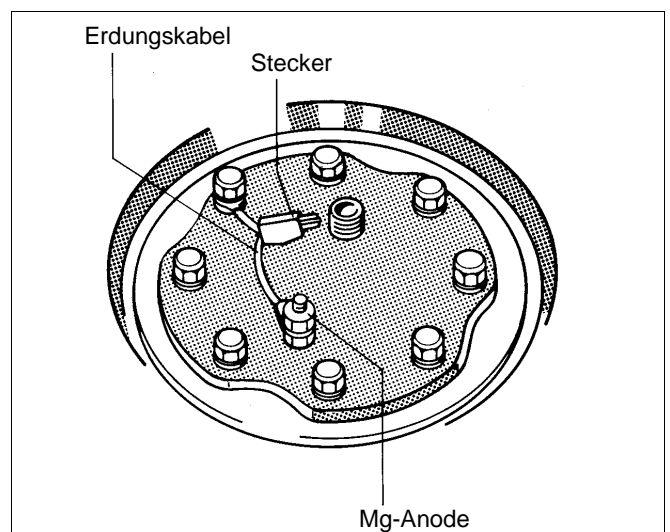

Abb. 6 Prinzipabbildung
- Prüfen ob Magnesiumanode so eingebaut ist, daß die elektrische Verbindung zwischen Anode und Speicherbehälter gewährleistet, d. h. das Erdungskabel angeschlossen ist (Abb. 6).
- Kaltwasserzulauf schließen, Speicherentleerung (EL) öffnen. Zur Entlüftung einen höhergelegenen Zapfhahn öffnen.
- Magnesiumanode neu eindichten (Abb. 6 bzw. 10).